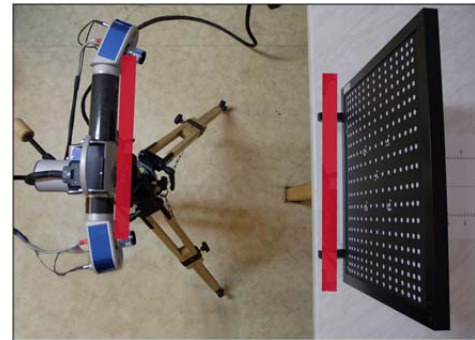

Abb.1
4. Kalibrierungstafel und Scanner sollten parallel und auf gleicher Höhe stehen (Abb.1)